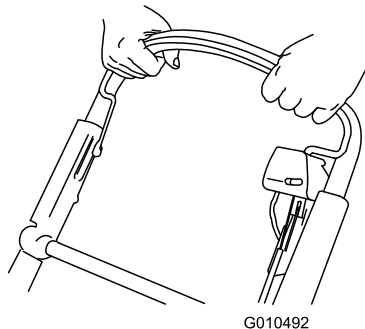

Figure 26
2. Maintenez la barre de commande de la lame contre le guidon (Figure 26).